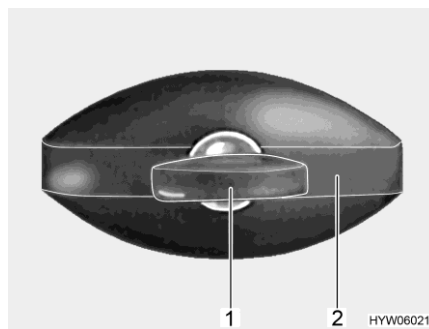

Fig. 78 Serratura dello sportello (ellittico, chiuso)
- Inserire la chiave nel cilindro della serratura (Fig. 78,1) e ruotare in senso antiorario di un quarto di giro. La maniglia della serratura (Fig. 78,2) scatta all'infuori.